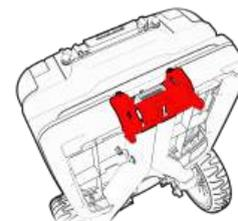

Figura 56
2. Unire le due parti e utilizzare i ganci di sospensione (vedere la Figura 56) per allineare correttamente le due estremità. A questo punto scatterà il pulsante di sblocco centrale.